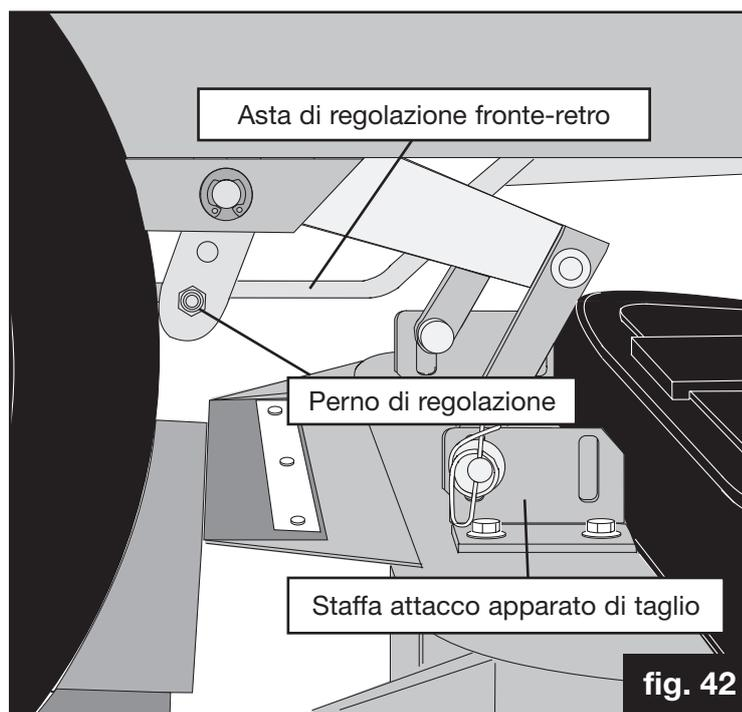

fig. 42
- ✓ Le staffe di attacco dell'apparato di taglio (pag. 18, fig. 42) si muovono liberamente oppure tengono sollevato l'apparato? Per controllare che non vi siano problemi, alzare l'apparato di taglio all'altezza massima e sollevarlo e farlo dondolare, osservando che le staffe si muovano liberamente; in caso contrario pulirle e lubrificarle.
3. Ubicare ora l'asta di regolazione fronte-retro, situata presso la ruota posteriore destra lato strada dove si trova il perno di regolazione (fig. 42) che collega l'asta alla staffa di attacco dell'apparato. Sia il perno di regolazione sia l'asta sono filettati e la regolazione si ottiene ruotando il perno per "allungare" effettivamente l'asta.